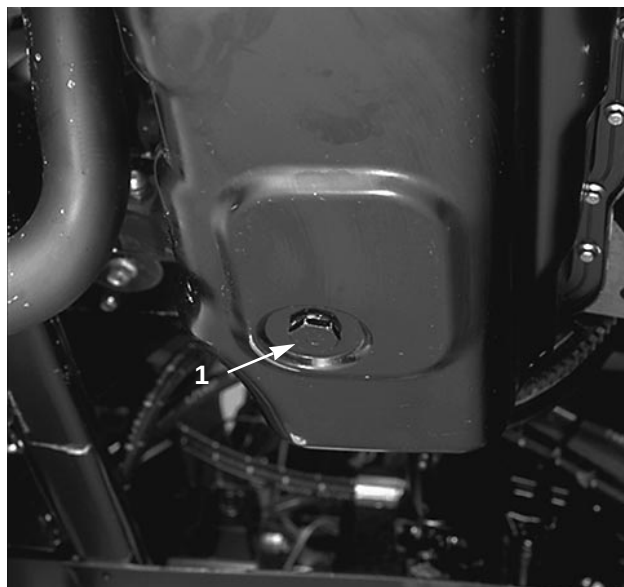

Figure 21
HUILE MOTEUR ET FILTRE (Fig. 21–22)
1. Enlever le bouchon de vidange (Fig. 21) et laisser l'huile s'écouler dans le récipient de vidange. Remettre le bouchon et le joint neuf (Réf. 74-7850) quand toute l'huile s'est écoulée.